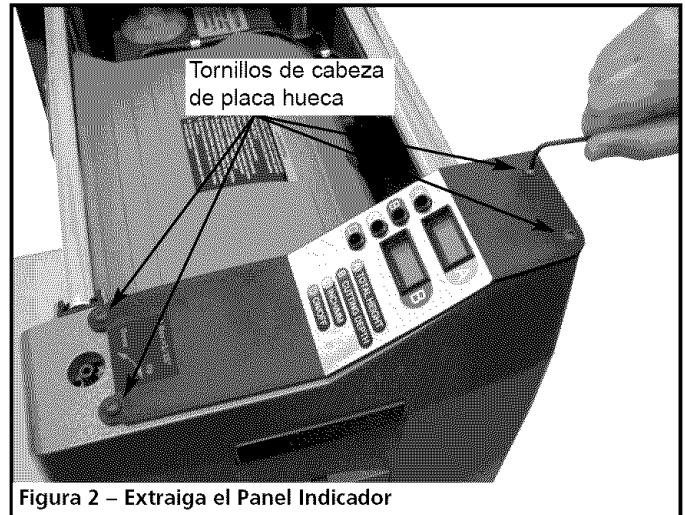

Figura 2 – Extraiga el Panel Indicador
- Afloje y extraiga cuatro tornillos de cabeza de placa hueca y luego extraiga la cubierta del panel indicador (vea la Figura 2).